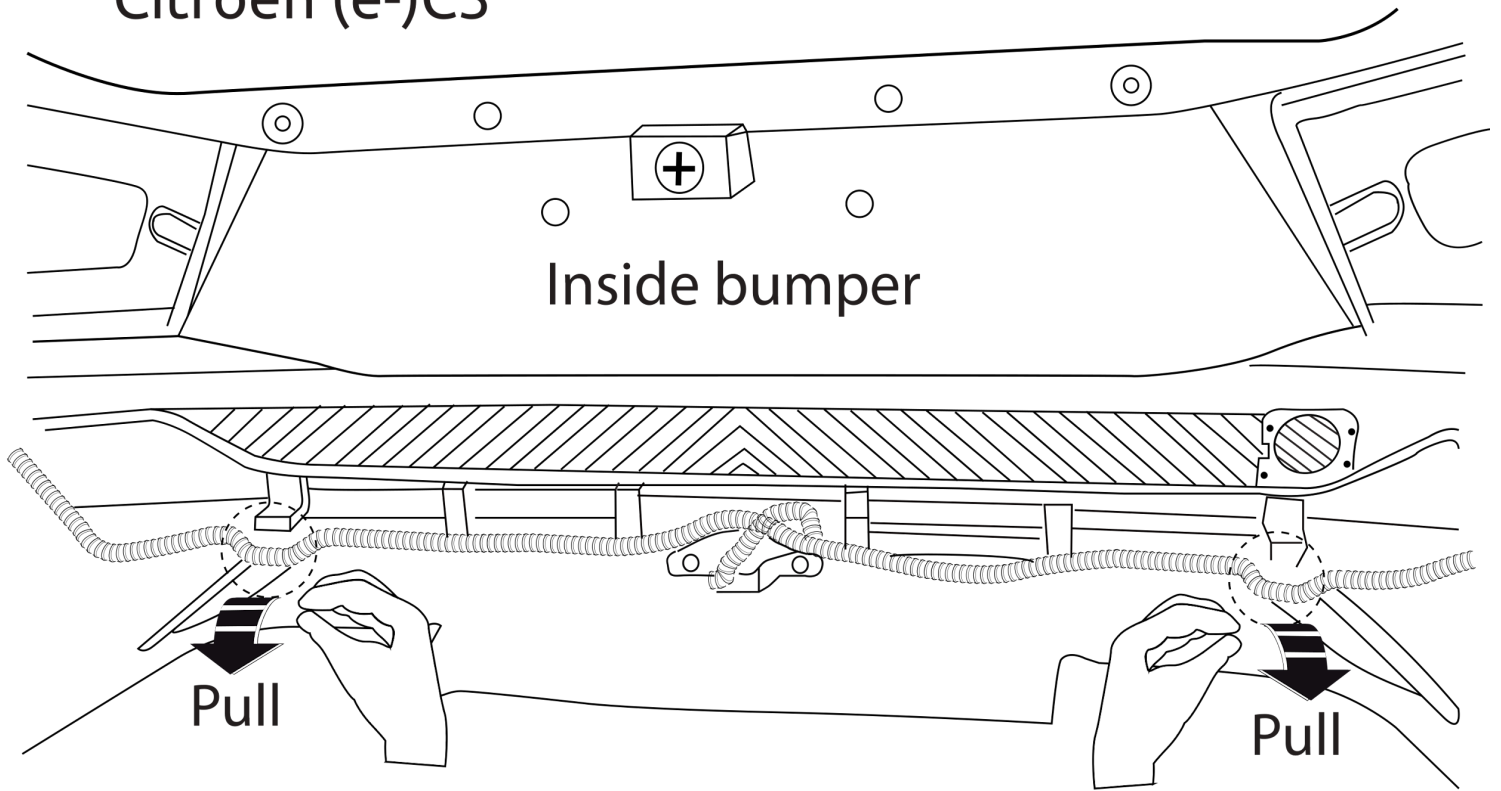

Fig. 21
15. Citroën (e)-C3 & Fiat Grande Panda: Снять указанные маркированные части. См. рисунок 21 & 22.